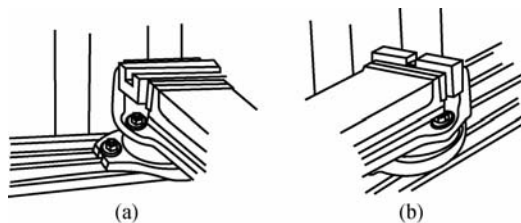

图 7-33 铣沟槽时平口钳的安装
(2) 工件的装夹和校正。一般的工件采用平口钳装夹。在窄长件上铣长的直角沟槽时, 平口钳的固定钳口应与铣床主轴轴心线垂直安装, 如图 7-33(a) 所示; 在窄长件上铣短的直角沟槽时, 平口钳的固定钳口应与铣床主轴轴心线平行安装, 如图 7-33(b) 所示。这样做是为了保证铣出的沟槽两侧与工件基准面垂直或平行。